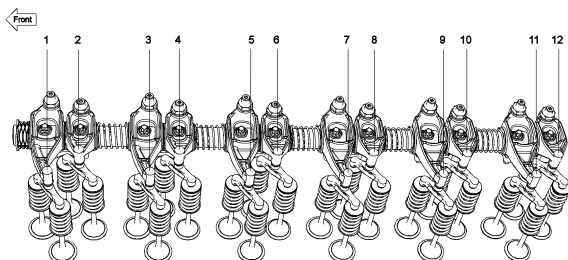

Рисунок 3
Рисунок 3 g03494090
2. См. рис. 3 . Проворачивайте коленчатый вал по часовой стрелке, пока пара впускных клапанов (11) не откроется полностью. Измерьте клапанный зазор на впускных клапанах (9) и выпускных клапанах (10) . Если необходимо, отрегулируйте клапанный зазор по таблице 2 . Последовательно проверьте и отрегулируйте все цилиндры по таблице 3 .
a. Ослабьте контргайку регулировочного винта (1) .
b. Поместите инструментальную оснастку (A) между коромыслом и клапаном. Поверните регулировочный винт (1) , удерживая контргайку (2) регулировочного винта клапана. Установите требуемый клапанный зазор.
c. После каждой регулировки затягивайте контргайку регулировочного винта, удерживая при этом регулировочный винт (1) . Это предотвращает поворот регулировочного винта (1) . Затяните контргайку с моментом 27 N·m (239 lb in) .